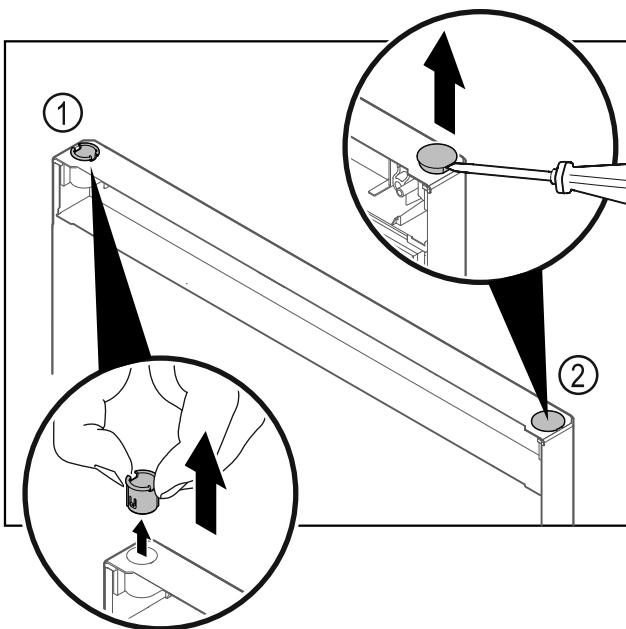

Fig. 18
- Витягніть шарнірну втулку Fig. 18 (1) пальцями.
- За допомогою шліцевої викрутки обережно підніміть заглушку Fig. 18 (2) та витягніть її.